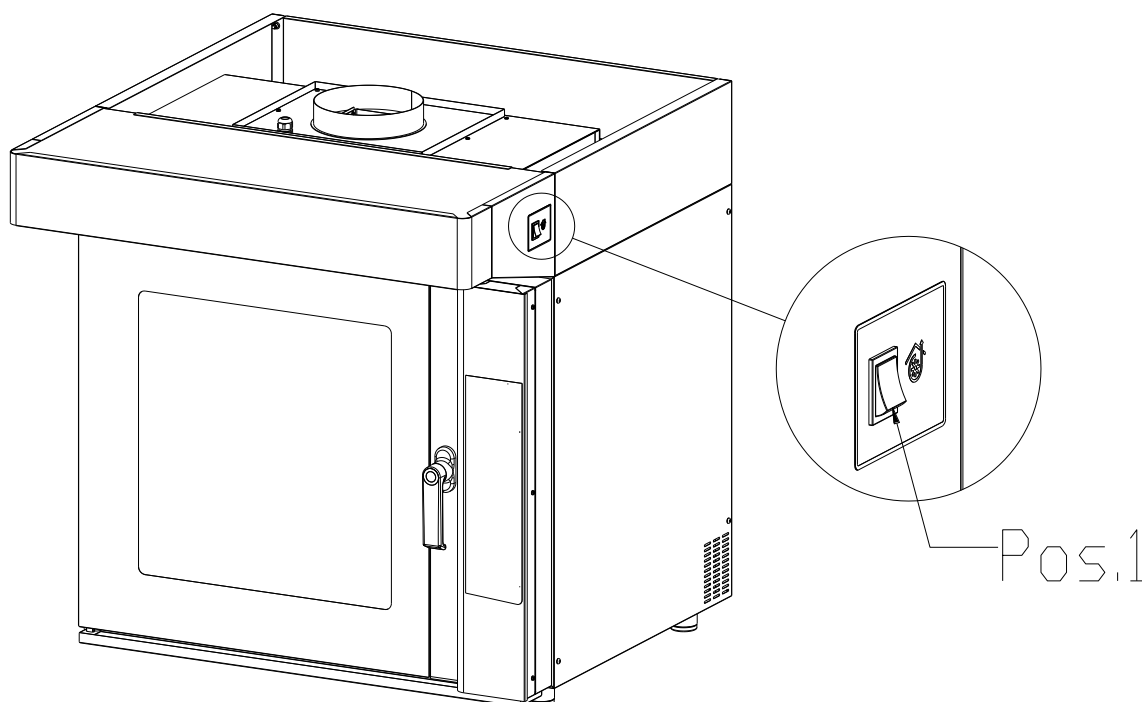

Fig. 3.1 Panel comandos
La Fig.3.1 muestra el comando de la capa constituido por un interruptor Pos.1.
- Colocando el interruptor en posición “I”, situado en la parte anterior derecha de la capa (ver Fig. 3.1 Pos. 1), se inicia la aspiración en modo manual durante un tiempo infinito.
- Colocando el interruptor en posición “I”, ubicado en la parte anterior derecha de la capa (ver Fig. 3.1 Pos. 1), se inicia la aspiración en modo manual por un tiempo infinito.